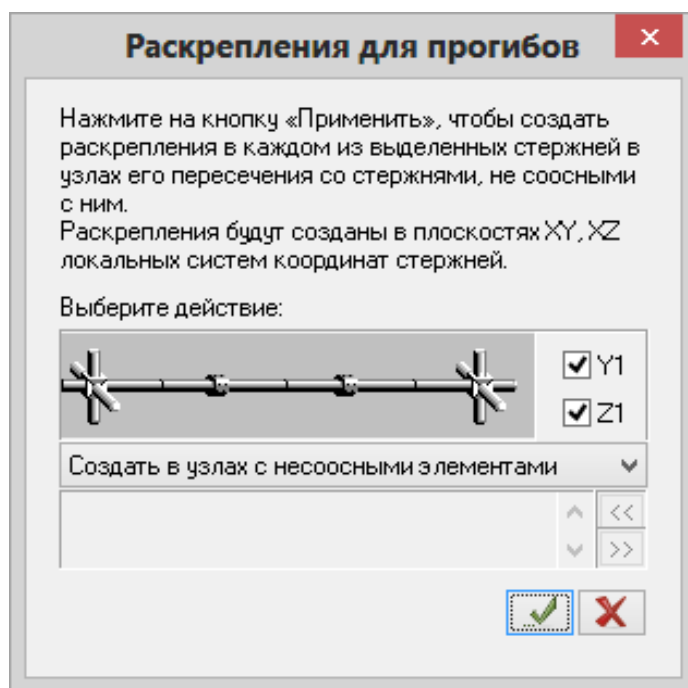

Рис.4.33. Диалоговое окно **Раскрепления для прогибов**
- Щелчком по кнопке  – **Раскрепления для прогибов** (панель **Конструирование** на вкладке **Расширенное редактирование**) вызовите диалоговое окно **Раскрепления для прогибов** (рис.4.33).